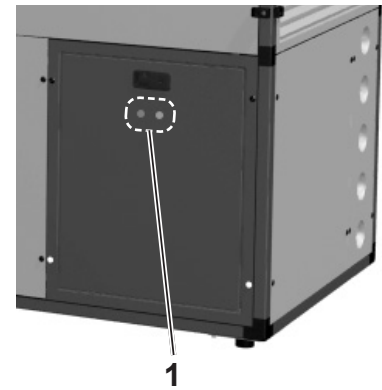

Bild 01
1. Schaltschranktüre (4.1 auf Seite 10) mit leuchtender Störlampe ist erkennbar (1, Bild 01).